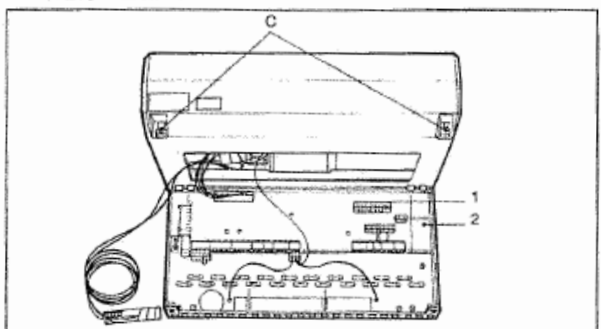

Abb. 5 HS 2000
- Die beiden Sicherungsschrauben lösen (Abb. 5, C)
- Blinddeckel von innen aus dem Rahmen herausdrücken (Abb. 5)
- Externe Anschlüsse an den Anschlußsteckern anschließen und aufstecken (Abb. 5)
- Schaltkasten schließen und Sicherungsschrauben festdrehen (Abb. 5, C)